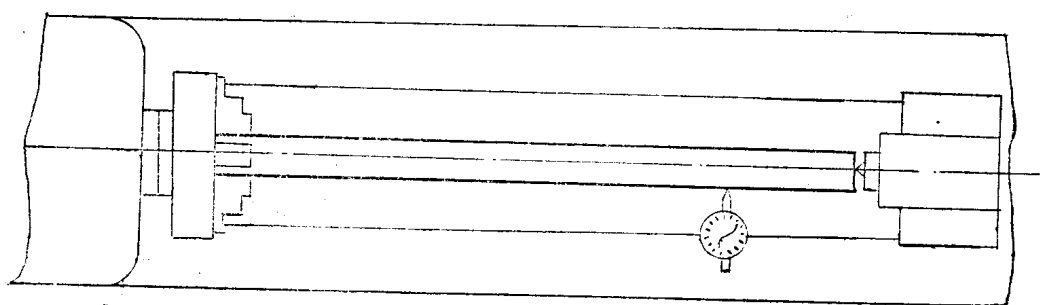

图 5
2. 尾座顶尖中心对床头中心的同心度是非常重要的,是保证长轴精度达到质量要求的重要因素之一,所以加工前需调整好同心度。检查方法与检查平行度相同。百分表指向试验棒的侧面(或切削方向)如图5示。